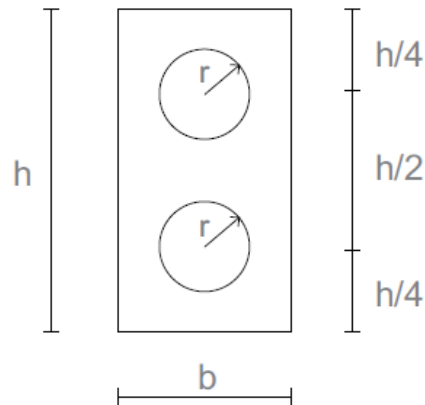

Figura 1 - Sección
- a) Dada la sección que se muestra en la Figura 1, calcular el radio máximo r que puede tener la sección para que resista un momento de α Nm, considere $\sigma_{adm} = 140$ MPa. Expresar el radio como un número entero en mm. Nota: $I_{rectángulo} = bh^3/12$, $I_{círculo} = \pi r^4/4$.